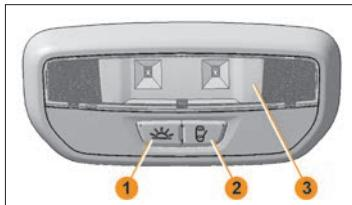

Рис. 1. Плафон освещения заднего ряда сидений
**В вариантом исполнении** автомобиль комплектуется плафоном, выполняющим функции дополнительного освещения задней части салона (рис. 1). При нажатии на клавишу с пиктограммой включается режим общего освещения. При нажатии на клавишу с пиктограммой включается режим «Включено при открытой двери». В случае нажатия обеих клавиш приоритет имеет клавиша с пиктограммой .